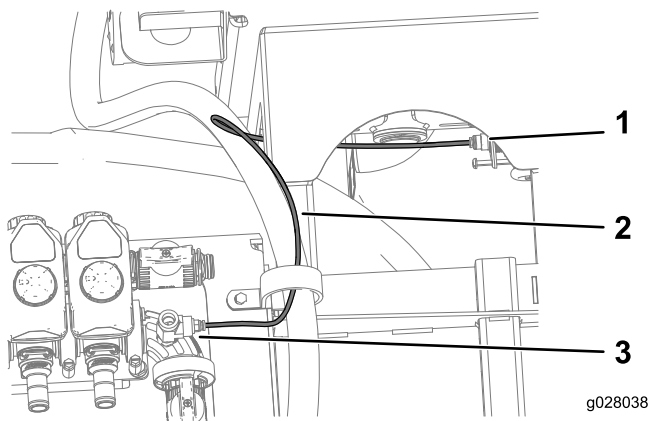

Figura 15
8. Collegate il cavo del trasduttore di pressione al raccordo a T e la valvola sull'accoppiatore per l'indicatore di pressione (Figura 15).